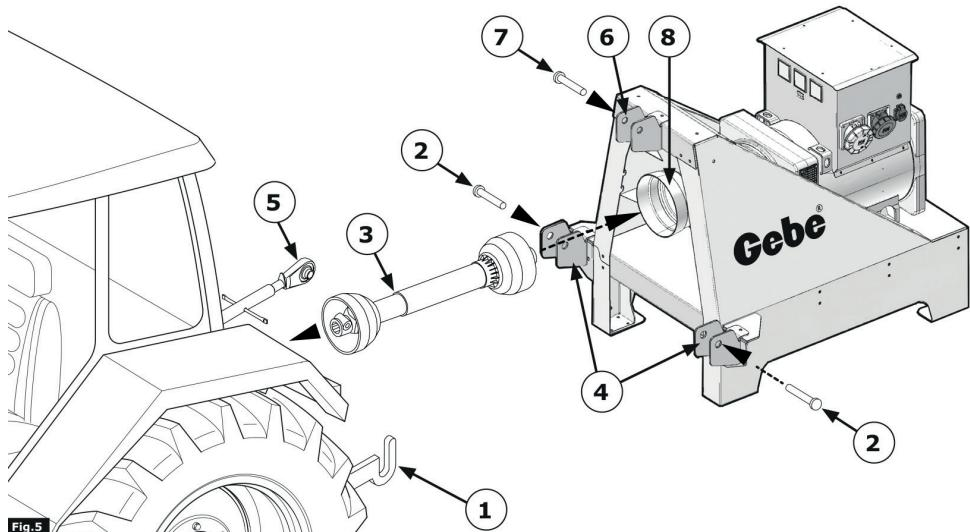

Fig.5
3) Koble festestangen (5 Fig. 5) til det tredje øvre punktet (6 Fig. 5), lås den (7 Fig. 5) med splinten og ved hjelp av fjærpinne (5 fig. 5. Kontroller og juster om nødvendig slik at øvre og nedre del av aggregatet er parallel. Dette er veldig viktig for å oppnå parallellitet mellom kraftoverføringsakselen til aggregatet og traktorens kraftuttak.
4) Sett inn den CE-merkede kraftoverføringsakselen (følger ikke med som standard) i festet inne i beskyttelses hetten til aggregatet (8 Fig. 5).
1) Plasser traktoren slik at stagene på traktorløftene står riktig i forhold til aggregatet (1 Fig. 5), plasser dem inne i brakettene (4 Fig. 5) på de to nedre punktene og sett de to splintene (2 Fig. 5) inn i hullene for feste og lås alt som anvist med fjærpinnek.